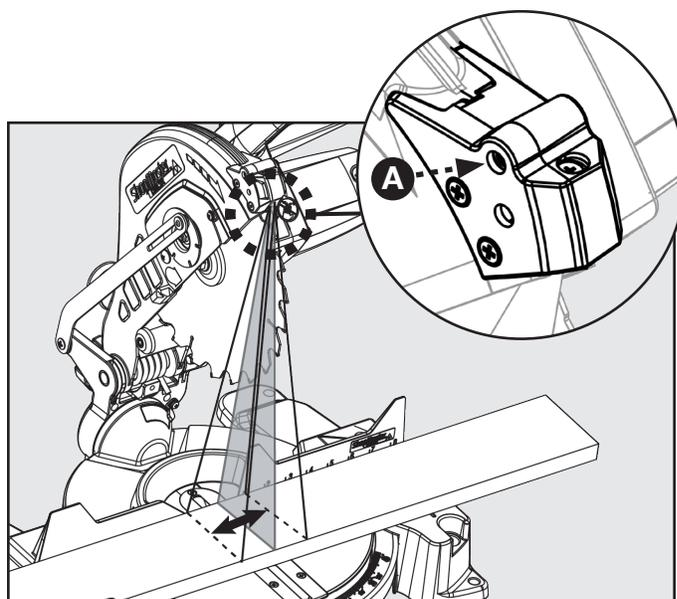

FIGURE 24
Consultez la figure 24 et suivez les instructions suivantes si vous remarquez le déport de la ligne du laser de la ligne actuelle de la coupe : tournez la vis (C) avec un tournevis à tête cruciforme pour corriger le déport.